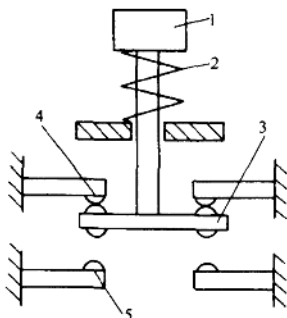

图 1-6 按钮结构示意图
(1)按钮的结构 按钮的结构如图 1-6 所示,由按钮帽、复位弹簧、桥式触点和外壳组成。按钮的图形符号和文字符号见图 1-7。